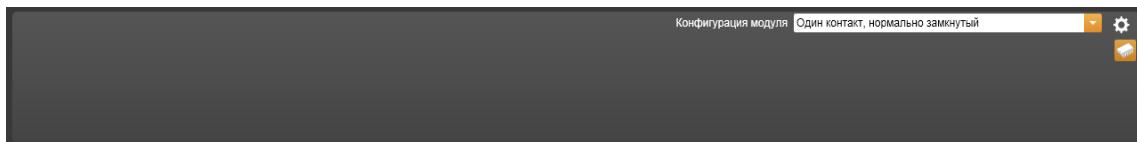

Рисунок 14.14.24 – Свойства Пожарной адресной метки АМ-1 (АМ-4)
10) Пожарная адресная метка АМ-1 (АМ-4) (Рисунок 14.14.24).